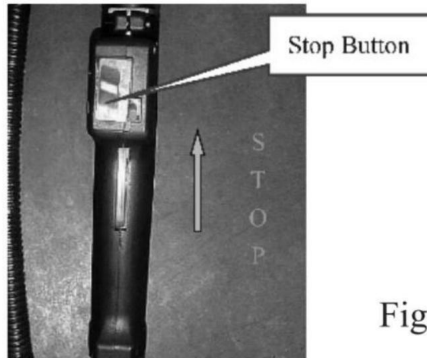

Fig 5
7.2 Tirez le bouton d'arrêt jusqu'à la position d'extinction. Voir la position d'arrêt. Bouton sur la Fig.5.